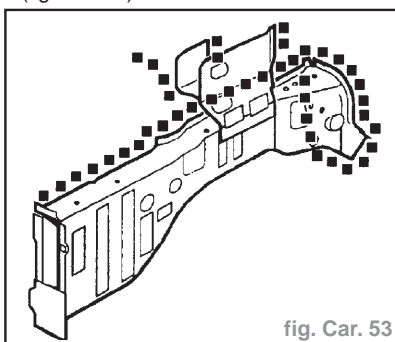

fig. Car. 53
- Préparer et nettoyer les faces d'assemblage de panneau. Poinçonner ou percer des trous pour le soudage en bouchon dans le panneau neuf, comme illustré (fig. Car. 53).